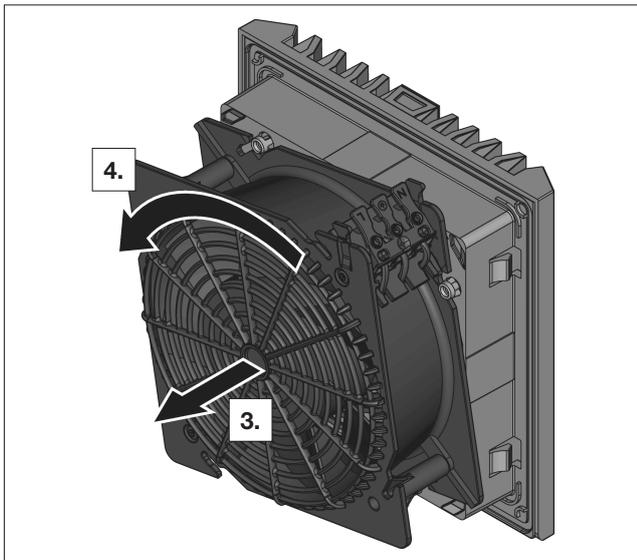

图 13: 转动风扇外壳
- 将风扇外壳旋转 90°、180° 或 270°，使得电气接头处于所需位置（参见图 13）。